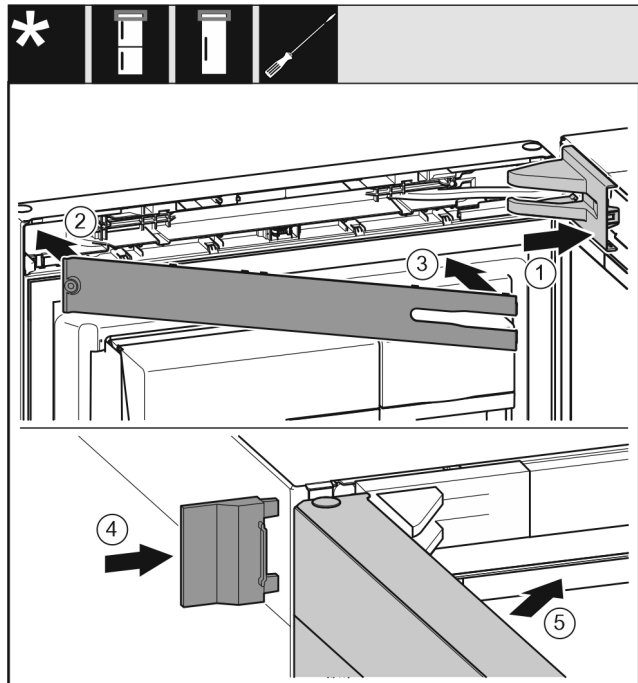

Fig. 24
- ▶ Lagerbockabdeckung *Fig. 24 (1)* aufsetzen und einrasten, ggf. vorsichtig auseinanderdrücken.
- ▶ Blende *Fig. 24 (2)* aufsetzen.
- ▶ Blende *Fig. 24 (3)* einschwenken und einrasten.
- ▶ Äußere Abdeckung *Fig. 24 (4)* aufschieben.
- ▶ Obere Tür *Fig. 24 (5)* schließen.